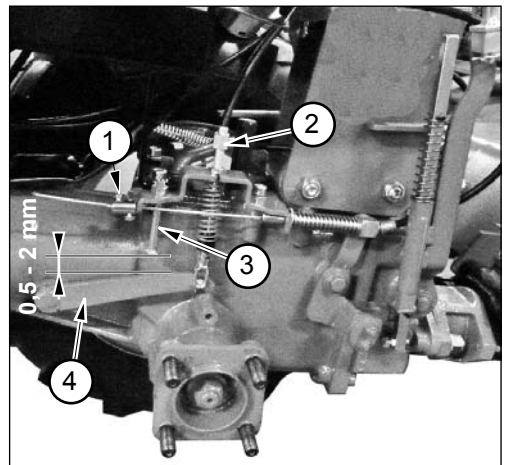

Fig. 4
**Fig. 4 - Regolazione frizione.** - 1) morsetto di fissaggio cavo invertitore. - 2) Registro cavo frizione.- 3) Vite di indicazione fine corsa leva frizione. - 4) Leva esterna cambio per comando frizione.